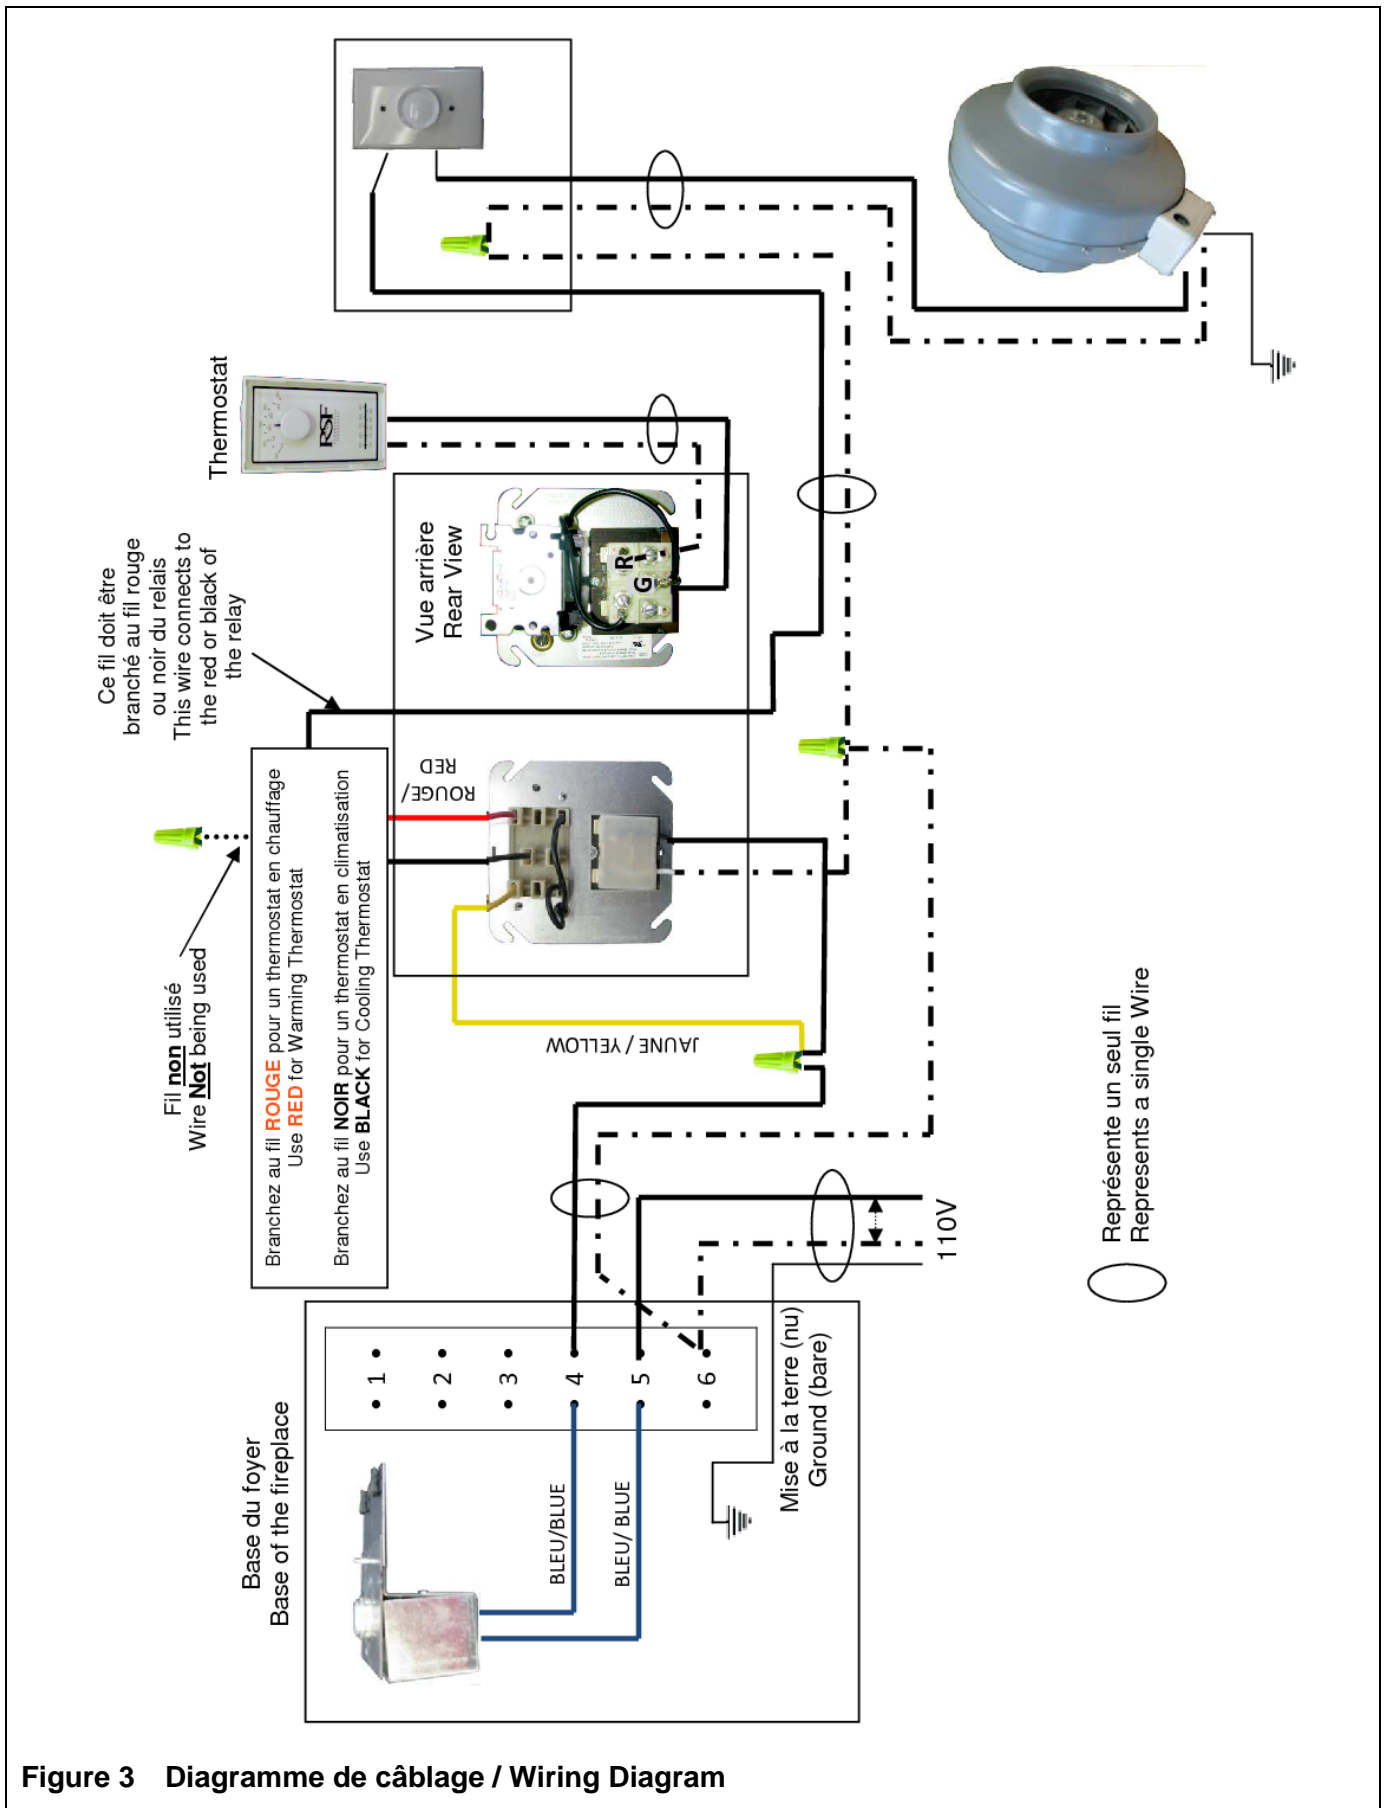

Figure 3 Diagramme de câblage / Wiring Diagram
- a) If you would like the blower to turn on when the thermostat calls for heat, first locate the thermostat in the principal room heated by the duct system. Do not install it in the room where the fireplace is installed. There are yellow, black and red wires coming out of the relay. Connect the wire from #4 of the terminal block to the black wire and put the wire connector on the red wire for protection. Refer to Figure 3.
- b) If the fireplace is in a small room and/or you would like the central heat blower to remove air from this room when it becomes too hot, locate the thermostat in the room with the fireplace. Connect the wire from #4 of the terminal block to the red wire and put the wire connector on the black wire for protection. Refer to Figure 3.
- a) Si vous désirez que le ventilateur se mette en marche lorsque la température d'une pièce diminue, positionnez le thermostat dans la pièce principale chauffée par le système central. N'installez pas le thermostat dans la même pièce que le foyer. Il y a des fils jaune, noir et rouge qui dépassent du relais. Raccordez le fil #4 provenant du bloc terminal au fil noir et placez un capuchon de connexion sur le fil rouge pour le protéger. Référez-vous à la Figure 3.
- b) Si le foyer est dans une petite pièce ou si vous désirez que le ventilateur du chauffage central soutire l'air de cette pièce lorsqu'elle est trop chaude, installez le thermostat dans la même pièce où est situé le foyer. Raccordez le fil #4 provenant du bloc terminal au fil rouge et placez un capuchon de connexion sur le fil noir pour le protéger. Référez-vous à la Figure 3.